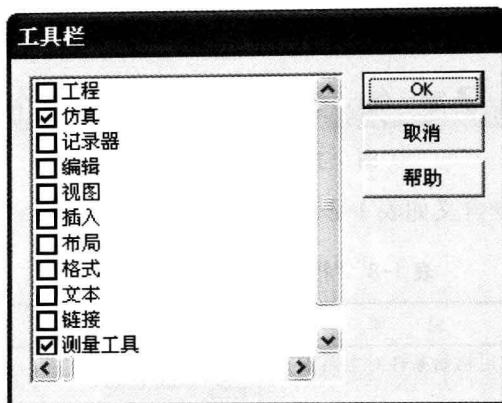

图 1-12 工具选择窗口
(1) 选择“窗口”→“显示”→“工具栏”，此时将弹出工具选择窗口，如图 1-12 所示。